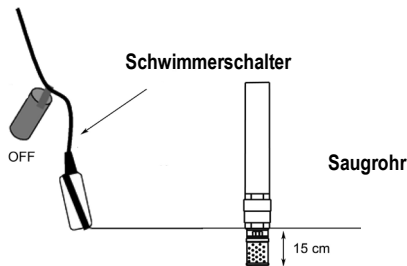

Abbildung 06
1. Den Schwimmer wie in Abbildung 06 gezeigt anbringen.